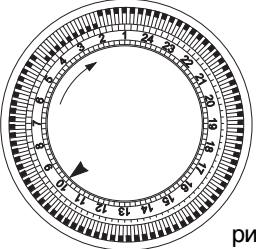

рис.5
- Посмотрите сколько времени показывают ваши часы. Предположим, что сейчас 10 часов, поверните диск с цифрами программатора по часовой стрелке до совмещения цифры 10 с указателем ▲ нанесенным на переднюю панель (рис.5).